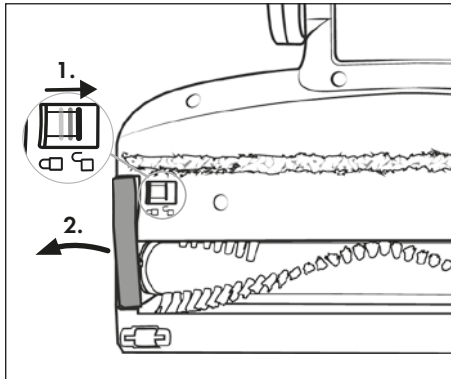

Fig. 26
- 2) Desbloqueie o rolo de escova **21**, deslocando o desbloqueio do rolo de escova **19** com o dedo na direção do símbolo  (abrir). Remova então o suporte de rolo de escova **20** da escova para chão **22** (ver fig. 26).